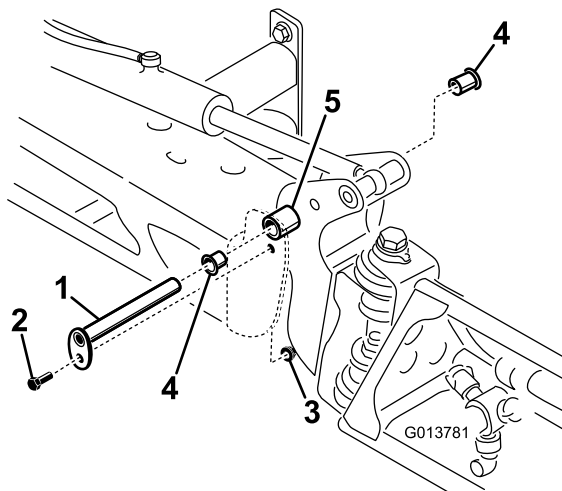

Figura 98
- Com o peso da rampa suportado, retire o parafuso e porca que seguram o pino de articulação à rampa (Figura 98).
- Retire o pino de articulação (Figura 98).
- Retire e inspecione as buchas de nylon dos lados dianteiro e traseiro do suporte de articulação (Figura 98).
- Monte a rampa e o apoio da articulação no chassis alinhando as aberturas (Figura 98).